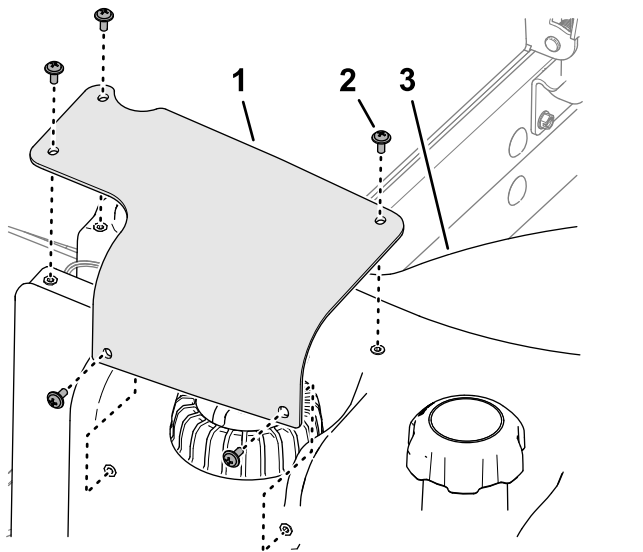

Figura 130
7. Aliniați orificiile capacului transmiătorului pentru combustibil cu orificiile rezervorului de combustibil și fixați capacul pe rezervorul de combustibil cu cele 5 uruburi cu cap Phillips (Figura 130).